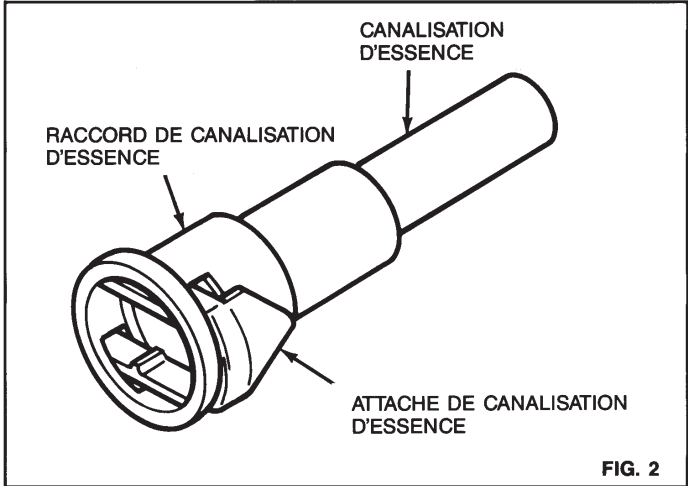

FIG. 2
B) Reportez-vous à la figure 2 et posez les attaches des canalisations d'essence (attaches incolores de 5/16 po et attaches noires de 3/8 po) dans les raccords de dimension correspondante des canalisations; le côté triangulaire des attaches doit être tourné à l'opposé de l'orifice du raccord de canalisation.